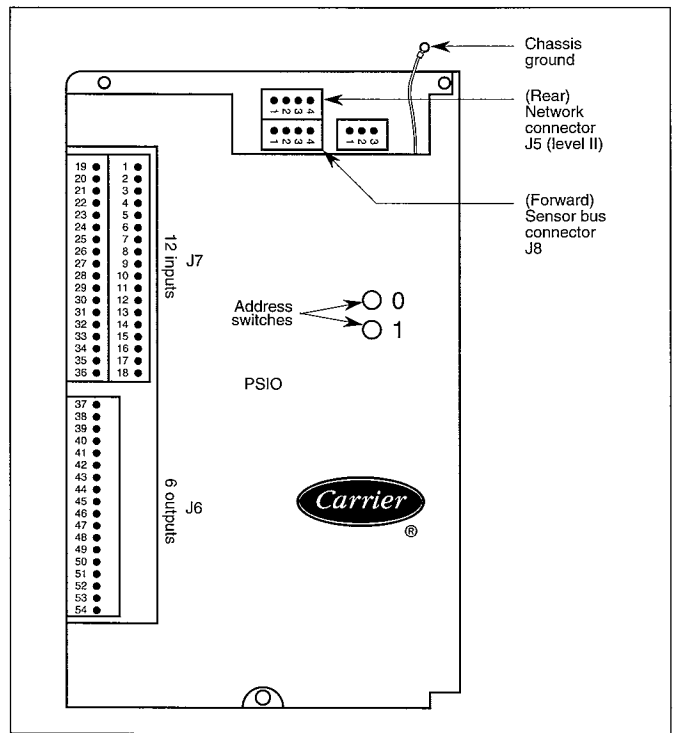

Fig. 24 Processor module (PSIO) A1
c. Processor module (PSIO) (see fig. 24)